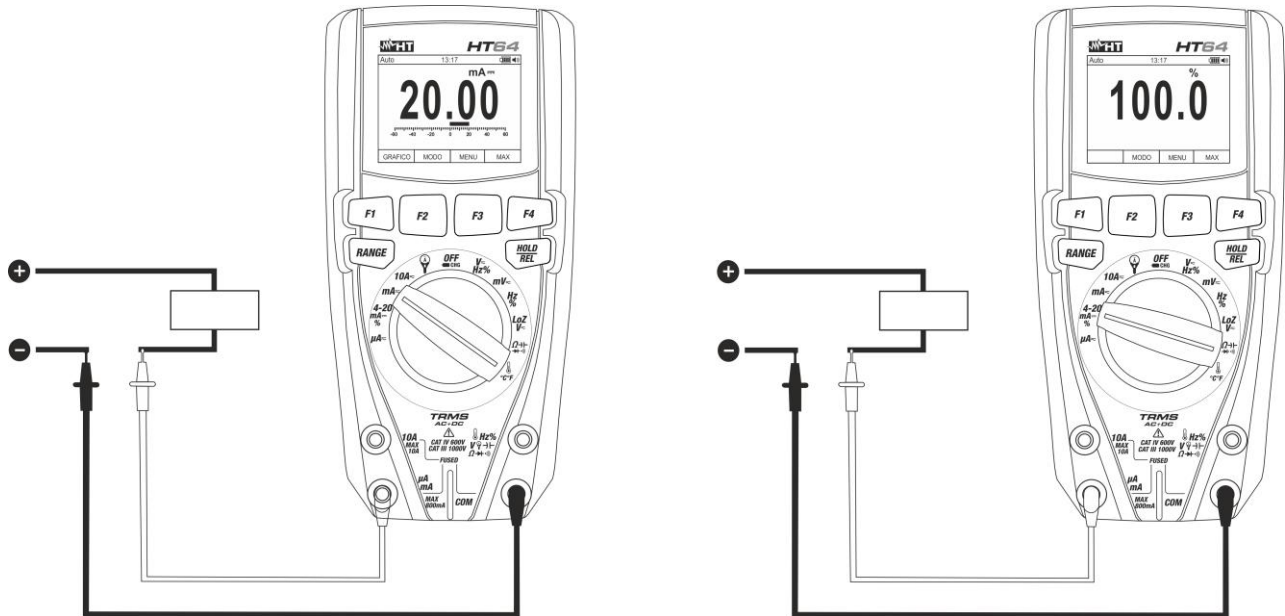

Fig. 30: Uso do instrumento para a Medição de Correntes CC e leitura 4-20mA%
4. Ligar a ponteira vermelha e a ponteira preta em série com o circuito do qual se pretende medir a corrente respeitando a polaridade e o sentido da corrente (ver Fig. 30).
6. O valor da corrente CC (ver Fig. 30 – parte esquerda) é apresentado no display.
7. O valor da leitura 4-20mA% (0mA = -25%, 4mA = 0%, 20mA = 100% e 24mA = 125%) (ver Fig. 30 – parte direita) é apresentado no display. A barra gráfica não está ativa nesta função.
9. A visualização do símbolo "-" no display do instrumento indica que a corrente tem sentido oposto em relação à conexão da Fig. 30.